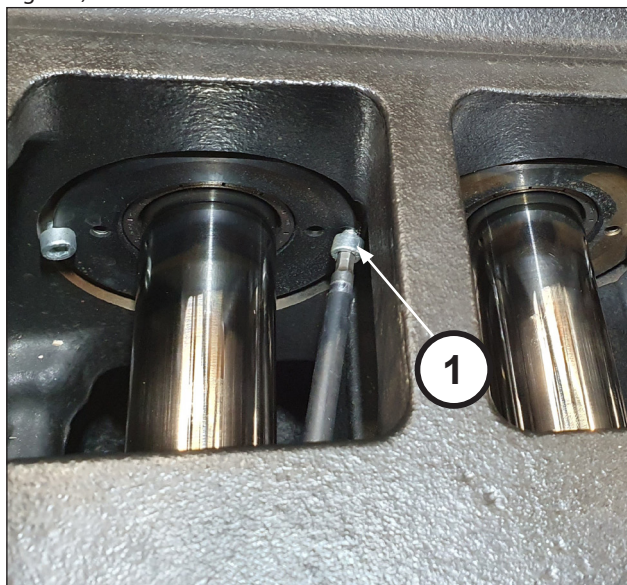

Fig. 138
Aflojar los tornillos de bloqueo de la tapa de retención (pos. ①, Fig. 138).